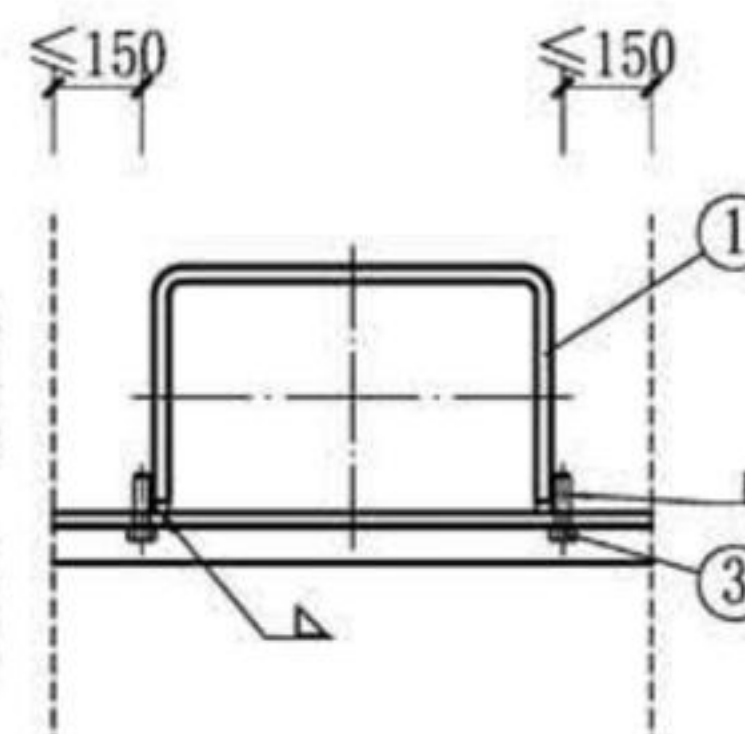

图8
3. 图3、图8中，件①和件③的焊接连接长度为5d (d为件③的直径)。